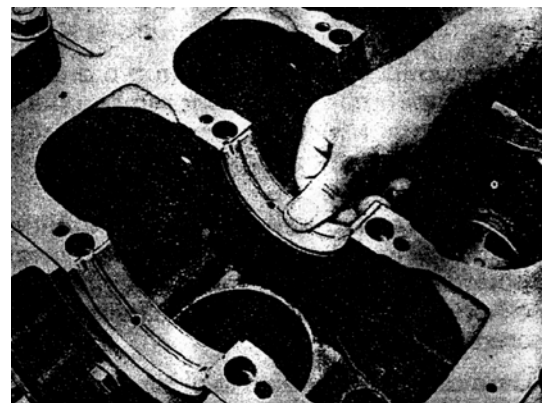

РИС.46
13) Установите подшипники скольжения, убедившись, что выступы наружных колец подшипника скольжения установлены в соответствующие впадины коленчатого вала и крышки (рис.46).